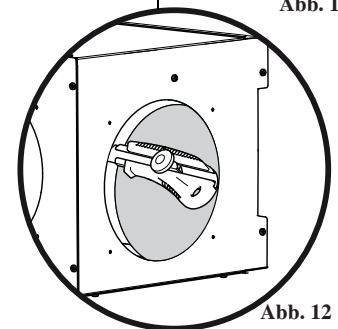

Abb. 12
- Mit einem Schneidwerkzeug von außen die innere Isolierung ringsherum einschneiden und entfernen (Abb. 12).